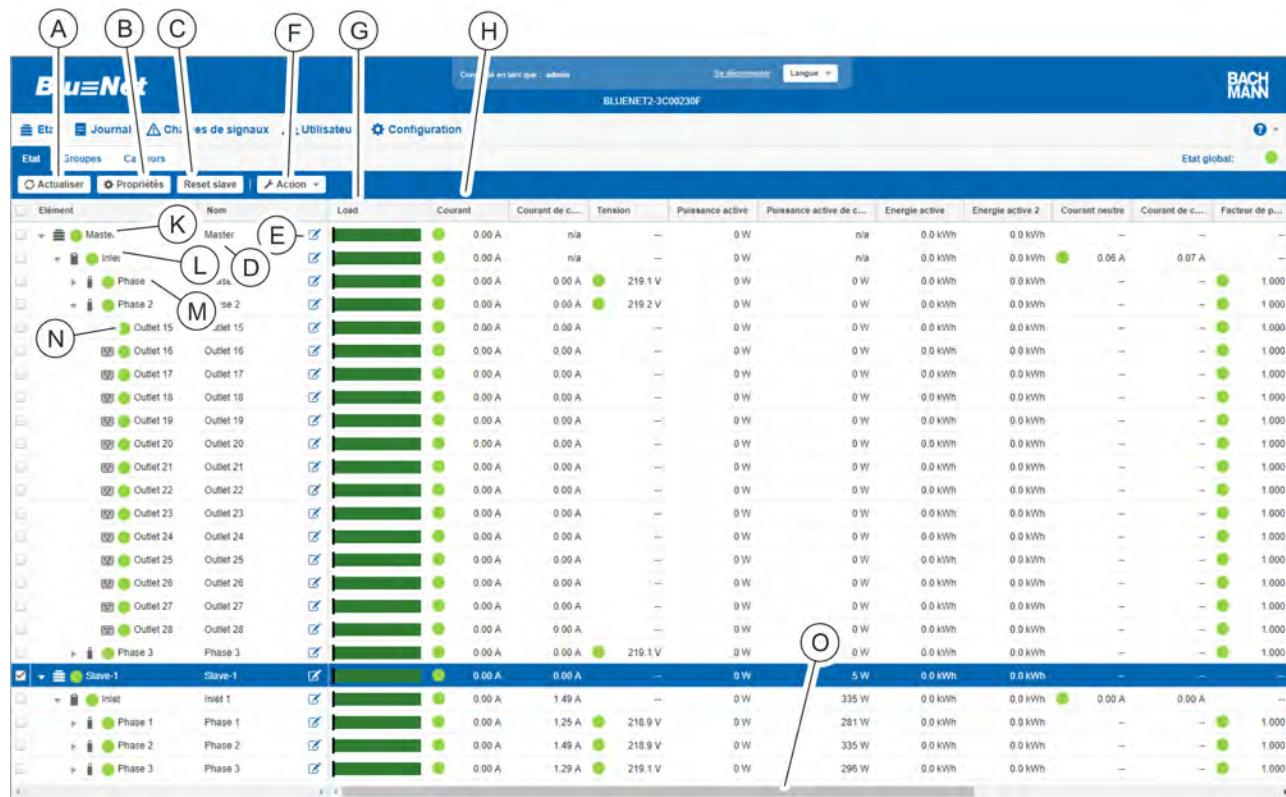

Fig. 91 : Menu « État » – Onglet « État » (dans cet exemple, un PDU triphasé)
Quand des disjoncteurs de protection de circuit sont utilisés dans une phase (Fig. 91 /), ceci est affiché au niveau « Phase ».
Dans le menu « État », un seul élément doit être sélectionné. Le bouton « Propriétés » (Fig. 91 /⑧) permet d'afficher des détails sur cet élément. Cette fenêtre permet de définir les valeurs mesurées ainsi que les seuils et chaînes de signaux (☞ Chapitre 6.7.3 « Configuration des chaînes de signaux et des valeurs seuils pour différents éléments » à la page 84).